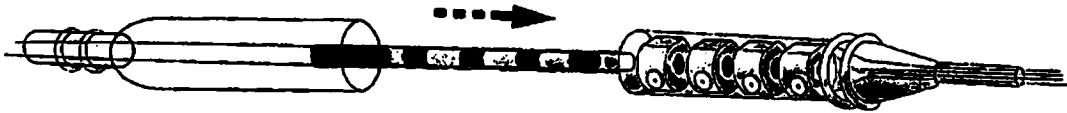

Figura 11: Introduzca el electrodo completamente en el extremo con tornillos de la extensión.
3. Sujete firmemente la extensión en sus dedos. Introduzca el electrodo completamente en el extremo con tornillos de la extensión (Figura 11).